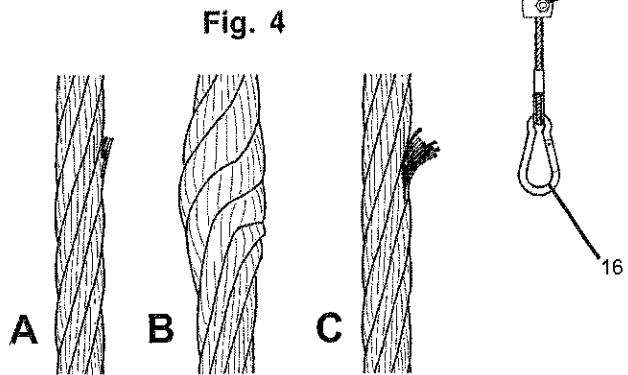

Fig. 4
**To check the cables, regarding rejection criteria (cable replacement), refer to ISO 4309:2011. (See Fig.4 for some examples).**
⚠ Para comprobar los cables con respecto a los criterios de deshecho (sustitución cable), tomen como referencia la norma ISO 4309:2011. (Véase Fig.4 para algunos ejemplos).